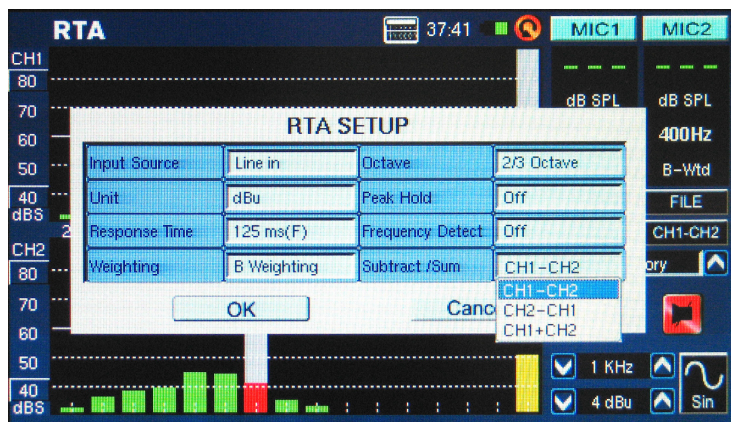

图 29
- 您还可调节response time响应时间, weighting加权, octave倍频程, peak hold峰值保持, frequency hold频率检测和Subtract/Sum减/加(图29)属性。